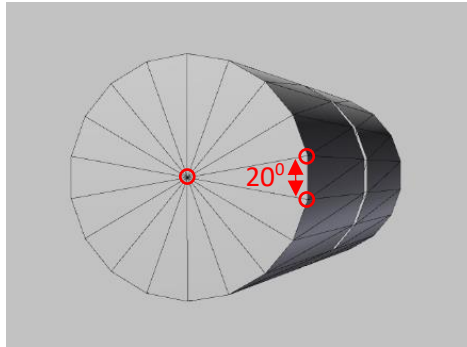

Рисунок 14.
- 4) Если первая точка из цикла, то делаем треугольники из 3-х точек (1-я точка, добавленная в пункте 1, и две точки с углом в 20 градусов), рисунок 14.